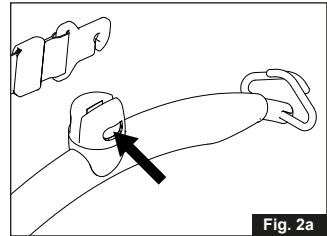
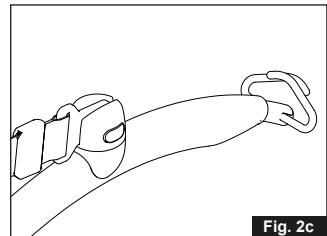

Fig. 2a
Fig. 2c
2. Før stroppefestet inn i sporet på løftebøylens toppdeksel med den åpne siden ned (fig. 2a, 2b) og slipp den gule knappen (fig. 2c).